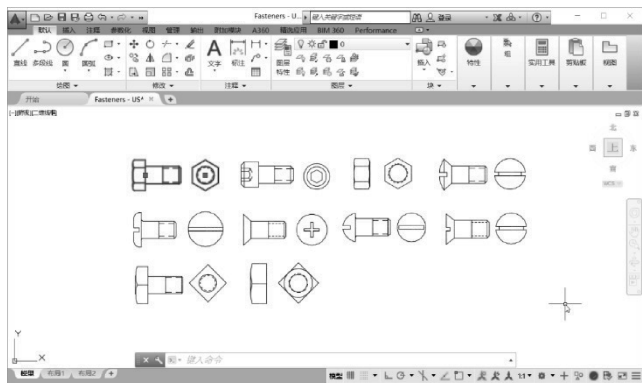

图 1-32 “文件”打开示例
定路径为“C:\Program Files\AutoCAD 2016\Sample\zh-cn\DesinCenter\Fasteners-US.dwg”，预览图像后，单击“打开”按钮，文件即打开，如图 1-32 所示。
3) 在图 1-32 中，打开“粘贴板”面板，选择“复制”命令，选取“六角螺栓”的视图；返回新建的图中打开“粘贴板”面板，选择“粘贴”命令，如图 1-33 所示。